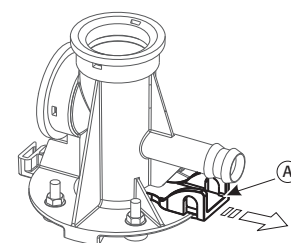

Рис. 7.a
- приведите в действие механическое устройство под баком (см. параграф А Рис. 7.a).